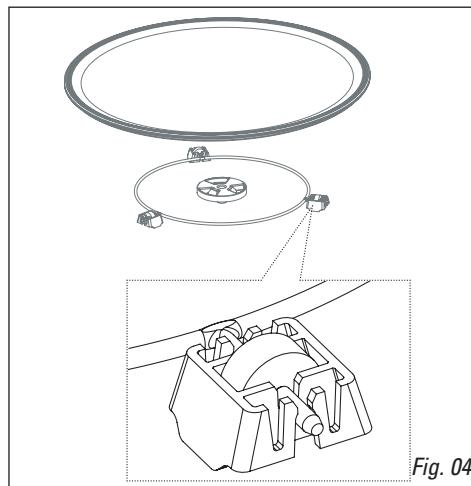

Fig. 04
- **De aandrijver:** hierdoor draait het glazen draaiplateau (*Fig. 04*).
- **De drager met wieltjes:** De wieltjes moeten beslist in de goede richting staan (*Fig. 04*). Wanneer het slecht draait controleer dan of er zich geen vreemde elementen onder de wieltjes bevinden.